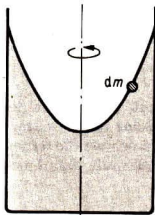

Bild 32
- 4.5 In einem zylindrischen Gefäß, das um seine senkrechte Achse rotiert, befindet sich Wasser. In einem durch die Rotationsachse verlaufenden Schnitt ist die Wasseroberfläche parabelförmig (Bild 32). Begründen Sie das qualitativ, indem Sie die auf ein Flüssigkeitsteilchen mit der Masse  $dm$  wirkenden Kräfte untersuchen.